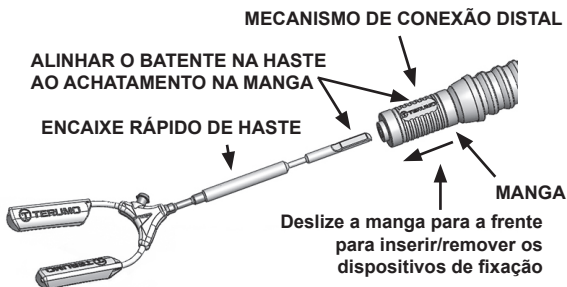

Figura 4 – Dispositivo de fixação do dispositivo acessório do braço estabilizador universal Hercules™ 3 (Referência do Produto T401161)
- a. Para a conexão do dispositivo de fixação de ENCAIXE RÁPIDO DE HASTE Terumo padrão, deslize a manga do braço estabilizador universal Hercules para a frente e insira a haste do dispositivo no encaixe rápido com a retenção da haste (do dispositivo de fixação) virada para a área achatada com logotipo na manga do braço estabilizador universal Hercules (consulte a Figura 4). Retorne a manga à sua posição original para travar o dispositivo acessório no encaixe rápido. Verifique se o encaixe está firme.